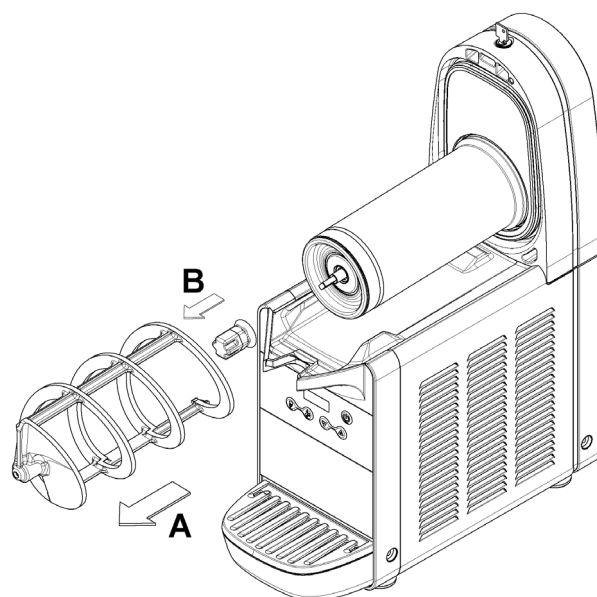

figura 5
**3** Quitar el mezclador A sacándolo del cilindro evaporador. Luego retirar el empalme hexagonal B (ver figura 5).